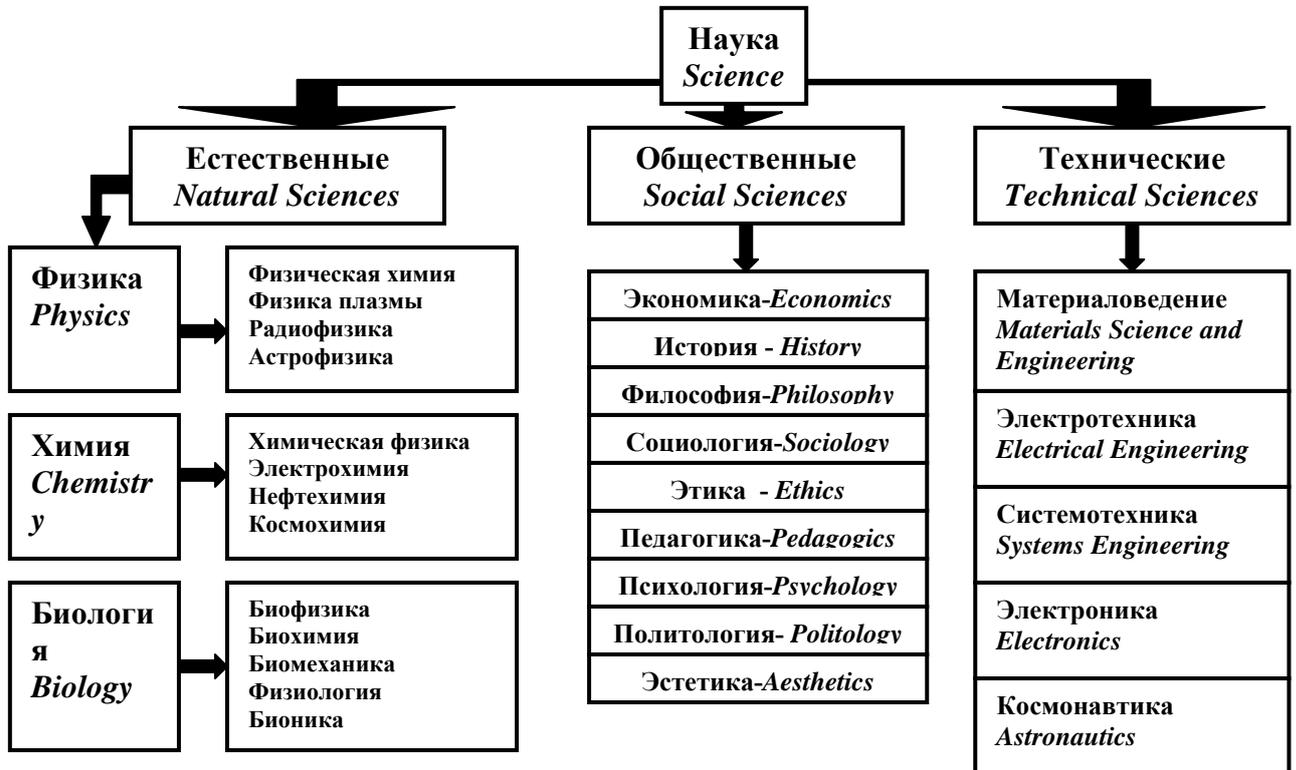

Рис.1.1 Деление науки по предмету и методу познания
1. Внимательно рассмотрите и изучите диаграмму структуры науки рис.1.1